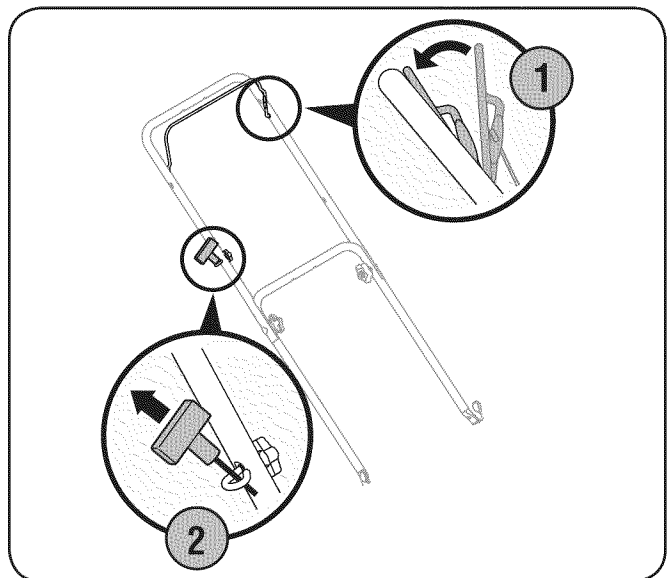

Figure 9-3
1. Colóquese detrás de la podadora, apriete la manija de control de la cuchilla y sosténgala contra la manija superior. Ver la Fig. 9-3.
2. Sostenga firmemente las dos manijas juntas, tome la manija del arrancador de retroceso y tire de la cuerda para sacarla con un movimiento rápido y continuo. Vea la Fig. 9-3. Mantenga firme la manija del arrancador, deje que la cuerda regrese lentamente al arrancador. Repita hasta que el motor esté en marcha. Deje que la cuerda se enrosque lentamente de regreso.